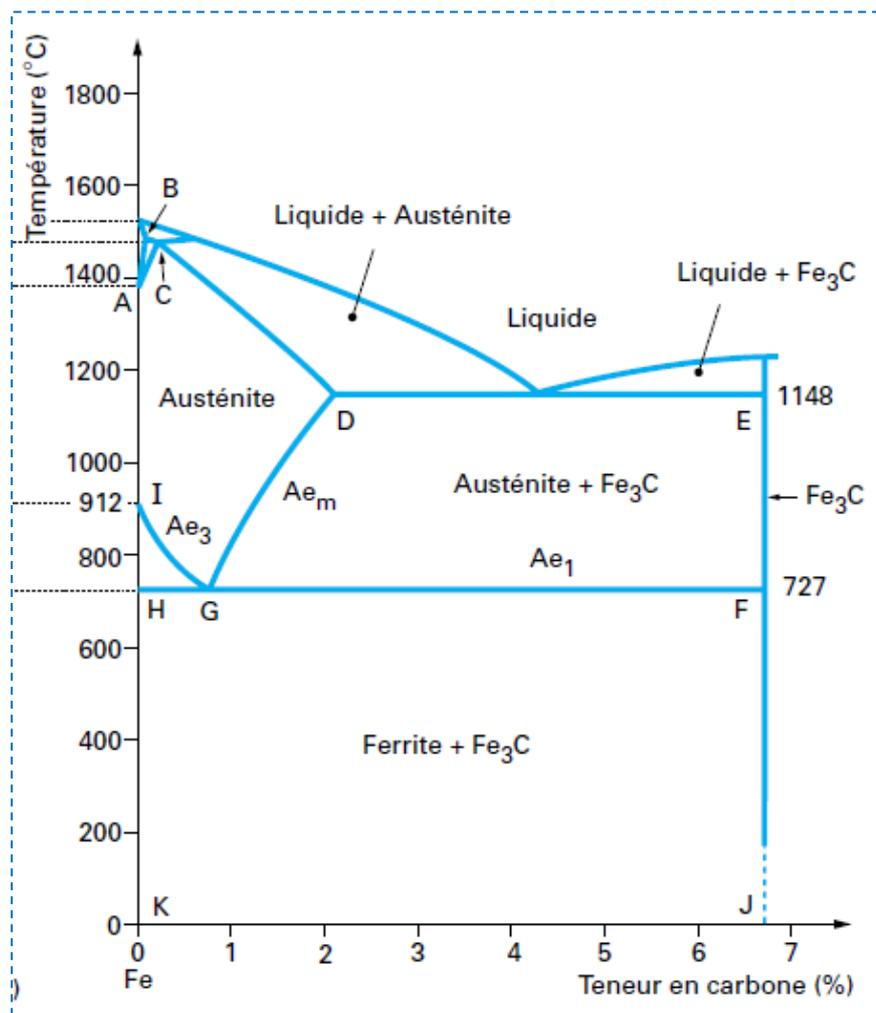

Fig. 1. Diagramme Fer-Carbone métastable
On dispose dans cette partie du diagramme Fer_Carbone métastable noté Fe-Fe3C (Fig.1) et on assimile la nuance 45Mn5 à un alliage Fe-Fe3C à 0.45% de Carbone. On vous demande de répondre aux questions suivantes :
3. Déterminer la température de germination de la phase de ferrite alpha (Figure 1. b.).
Détail Fig. 1.